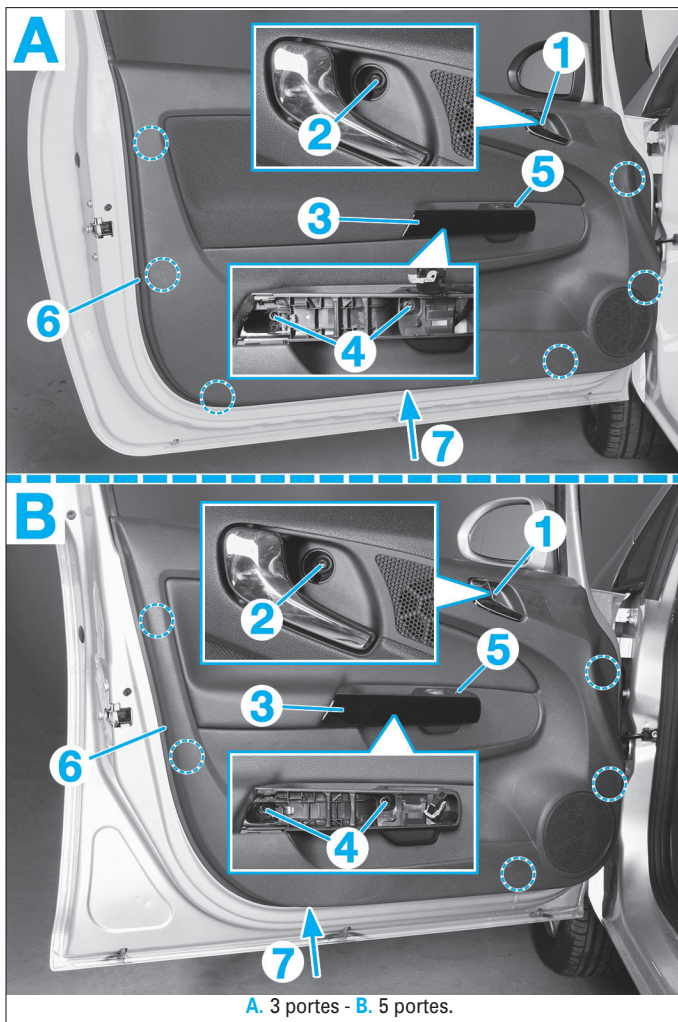

Fig. 37
- Dégrafer le cache (1) (Fig.37).
- la vis (2),
- l'enjoliveur (3),
- les vis (4).
- Sortir la commande de lève-vitre (5) puis débrancher son connecteur.
- Déposer les vis (6) et (7).